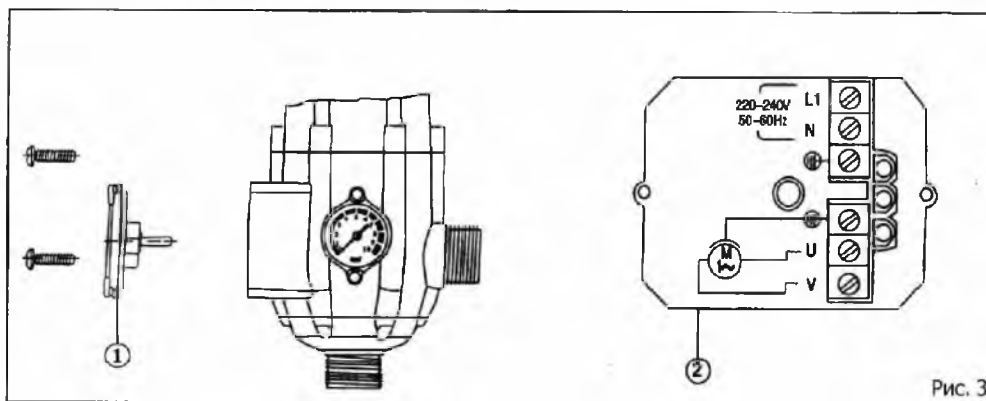
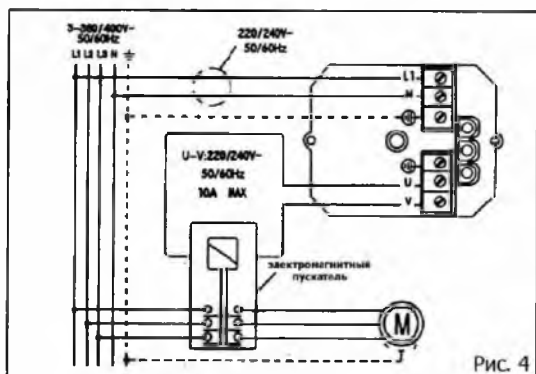

Рис. 3
Рис. 4
2. Для электрического подсоединения придерживайтесь схемы, приведенной на кожухе монтажной платы или на рис. 3. При использовании блока автоматики с трехфазным или однофазным элекронасосами у которых коммутируемый ток свыше 10 А используйте электромагнитный пускатель (рис. 4). Необходимо использовать электрокабель с термической стойкостью не ниже 99° С.